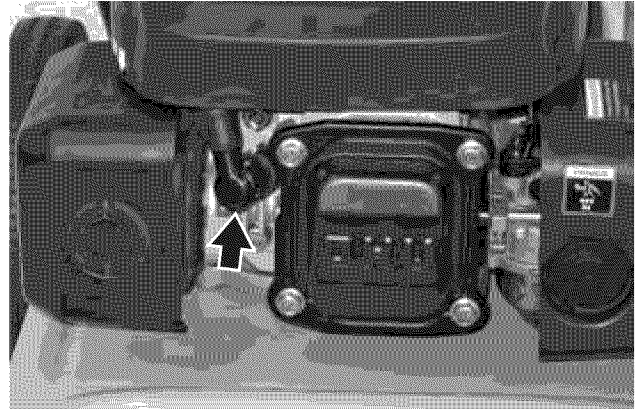

Figura 33 – Procedimiento para retirar el capuchón de la bujía de encendido
3. Retire el capuchón de la bujía de encendido tirando firmemente de la manija plástica del capuchón de la bujía, alejándolo directamente del motor (ver Figura 33).